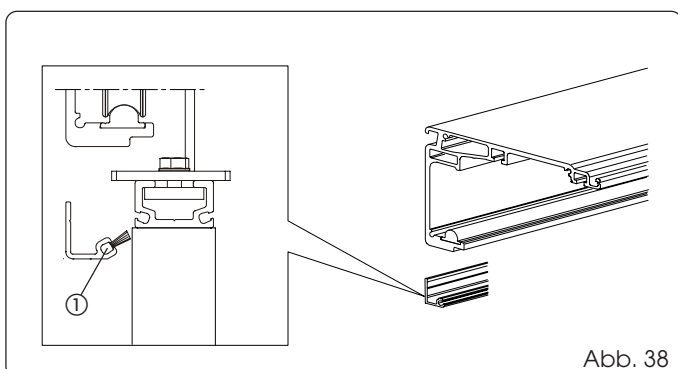

Abb. 38
Das Schließprofil für die Standard-Automatation laut Angaben in Abb. 38 montieren.
Die Bürste (wenn vorgesehen) vor der Montage in das Schließprofil einsetzen, siehe Abb. 38 Bez. ①.